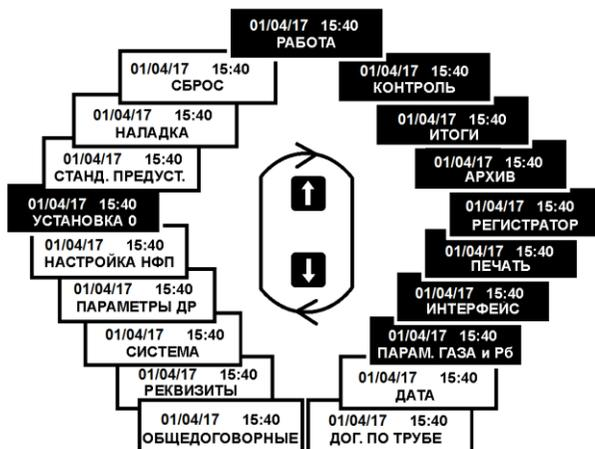

Рисунок 3 – Структурная схема меню вычислителя
- 1) меню 1–го уровня (рисунок 3) позволяет выбрать тип настроечных параметров, подлежащих установке, или тип параметров, подлежащих рассмотрению;